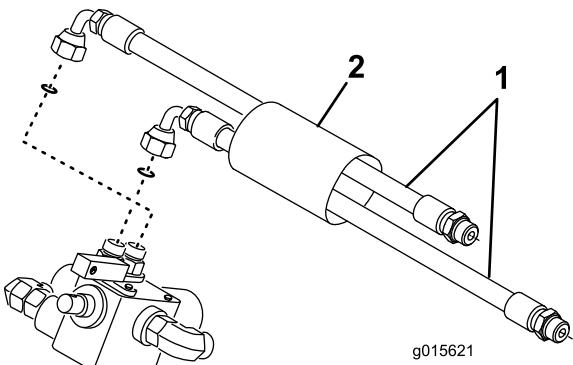

図 6
14. 2本の油圧ホースを、制御バルブの上部にあるフィッティングに接続する図 6。
15. ホースの上から保護スリーブを取り付ける図 6。